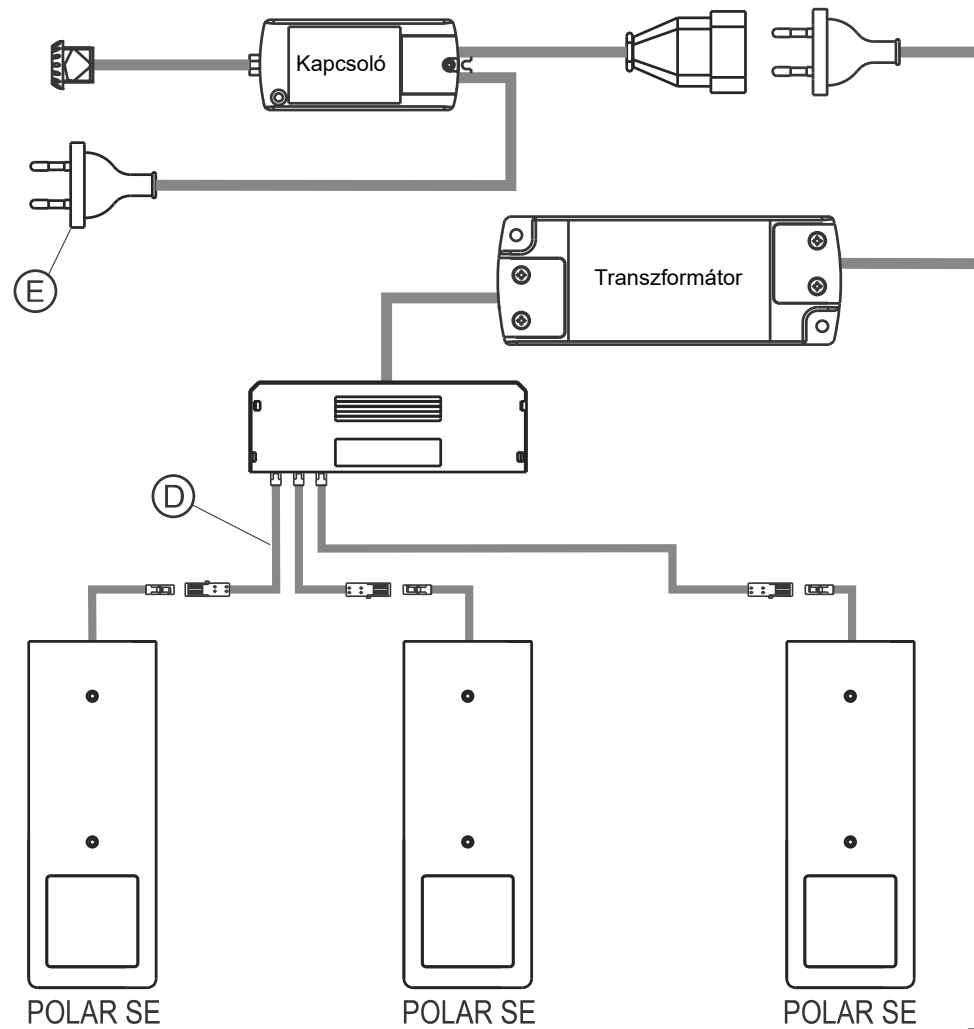

Fig 4
- Csatlakoztassa a lámpákat és a transzformátort (Fig. 4,5,6), használja a toldó kábelt (D) ha szükséges.
- Csatlakoztassa a transzformátor villásdugóját (E) az elektromos hálózatra (230V 50/60Hz).
A POLAR SE / POLAR XS SE készülék kapcsoló nélküli változatok. Vezérlésére több lehetőség is adott, lásd Fig. 4,5,6